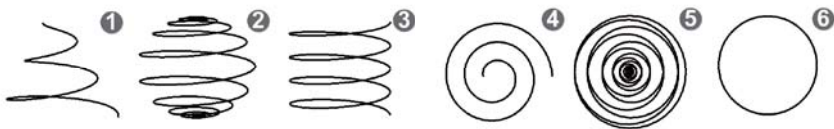

图 1.3.2 空间规则曲线
(2) 空间规则曲线:凡是曲线上有任意4个连续的点不属于同一平面,则称该曲线为空间曲线。常见的空间规则曲线有圆柱螺旋线和球面螺旋线等,图1.3.2中①②③是3种空间规则曲线的正视图,1.3.2中④⑤⑥所示的是①②③对应的俯视图。